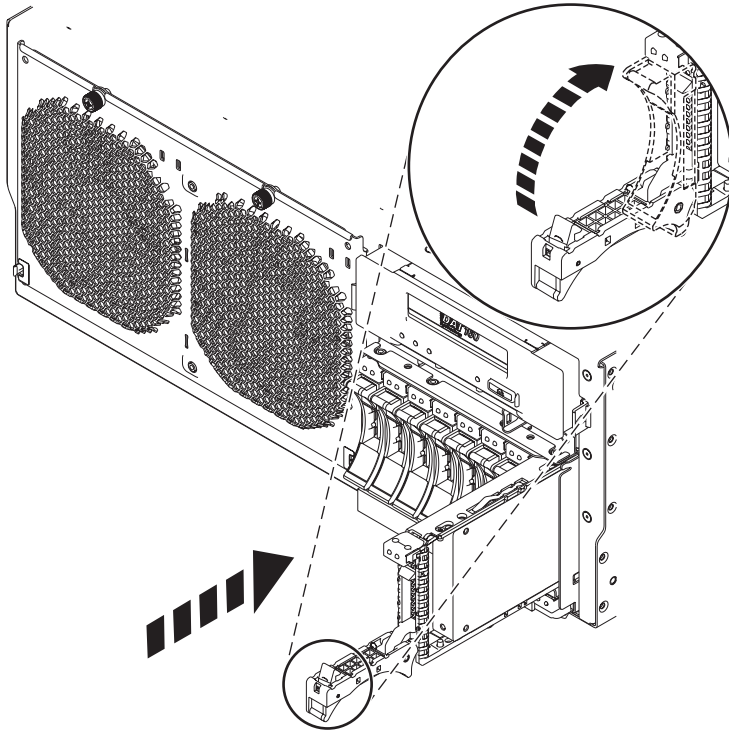

Figure 24. Remplacement d'une unité de disque ou d'une unité SSD dans l'unité centrale
6. Faites glisser complètement l'unité de disque ou l'unité SSD dans l'unité centrale ou dans une unité d'extension, et poussez la poignée de l'unité (A) jusqu'à ce qu'elle s'enclenche, comme indiqué dans la figure 24.